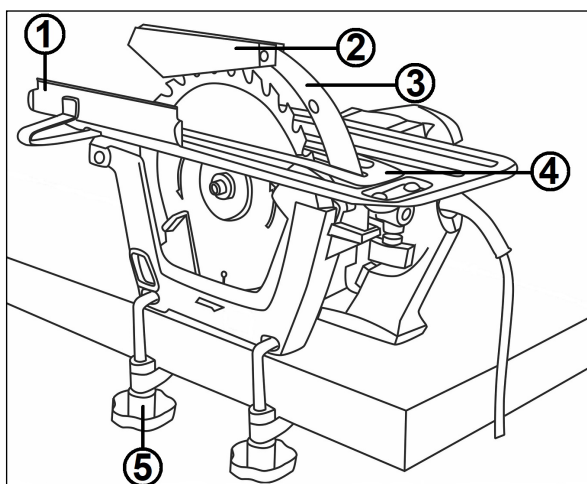

Рис.9 Стационарная установка
Дисковая пила ДП-200СТ имеет возможность стационарной установки на верстак (рис.9).
Чтобы установить пилу на верстак, возьмите из комплекта поставки специальные болты и закрепите пилу как показано на рис.9. Далее установите распорный клин (3), после чего закрепите защитную планку (4). Закрепите защитный кожух (2) с помощью штифта и шплинта из комплекта.